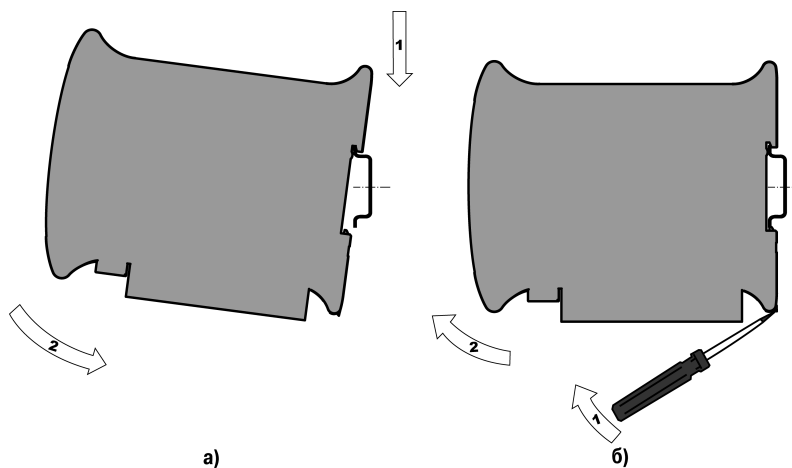

Рисунок 2
1. В проушину защелки вставляется острая отвертка (см. рисунок 2б),